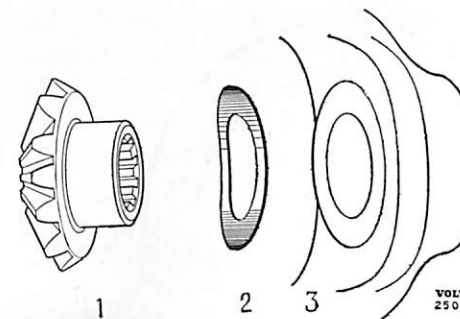

Bild 17. Mont. av fjädrande tryckbrickor.
2. Lägg in tryckblocket (12) och driv i axeln (10).
3. Kontrollera differentialen. Förekommer glapp monteras nya tryckbrickor. De plana tryckbrickorna (5) kan bytas antingen mot överdimensionsbrickor eller fjädrande tryckbrickor. Montera de fjädrande tryckbrickorna rätt. "Ryggen" skall vändas mot differentialhuset, se bild 17. Efter kontroll och ev. byte av brickor monteras låspinnen (7).
4. Montera kronhjulet (9). Se till att anliggningsytorna är rena och utan grader. Drag skruvarna med 5,5—7 kgm.